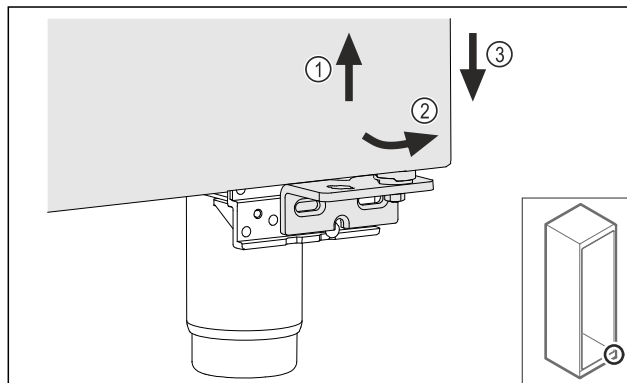

Fig. 18
- Lyft upp dörren något Fig. 18 (1), luta den framåt nedtill Fig. 18 (2) och sänk ned den Fig. 18 (3).